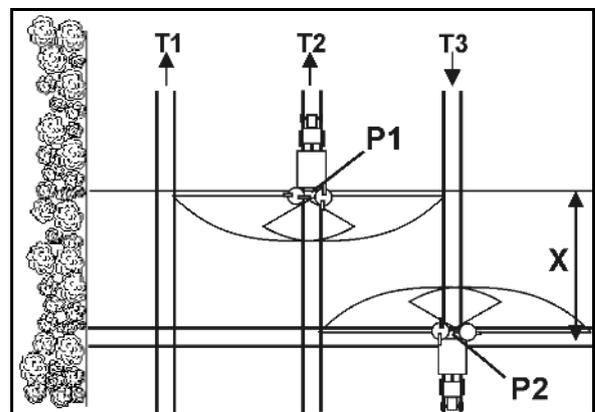

Fig. 45
2. Dispersión en zanja según la normativa de abonado (Fig. 45):